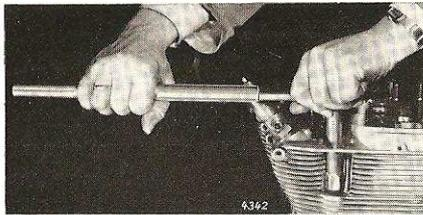

Fig. 40
3. **Serrage complet des vis (fig. 40).** Serrer en croisant alternativement, la broche étant enfoncée d'un seul côté (éventuellement avec rallonge), en trois fois avec les angles de serrage suivants: 1er, 2ème et 3ème coups de clé 45° chacun = 135°.